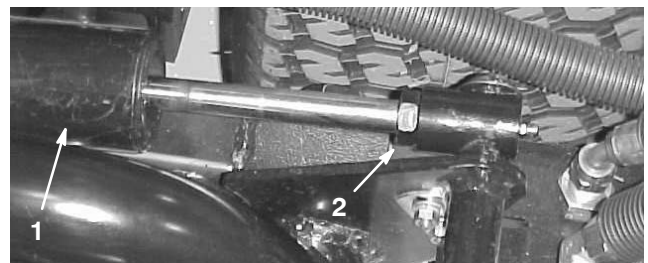

Bild 14
3. Starten Sie den Motor, heben die Mähwerke an und prüfen, ob der Abstand zwischen der Abnutzungsleiste an der Oberseite des hinteren Mähwerks und des Pufferstreifens zwischen 0,51 und 2,54 mm liegt (Bild 13). Justieren Sie den hinteren Zylinder, bis sich der richtige Abstand ergibt, wenn der Abstand davon abweicht. Senken Sie zum Einstellen des Zylinders die Mähwerke ab und drehen die Klemmmutter am Zylinder zurück (Bild 14). Halten Sie die Zylinderstange mit einer Zange und einem Lappen nahe an der Mutter und drehen die Stange. Heben Sie die Mähwerke an und prüfen den Abstand nach. Wiederholen Sie diesen Vorgang nach Bedarf. Ziehen Sie nun die Klemmmutter am Lastbügel fest.